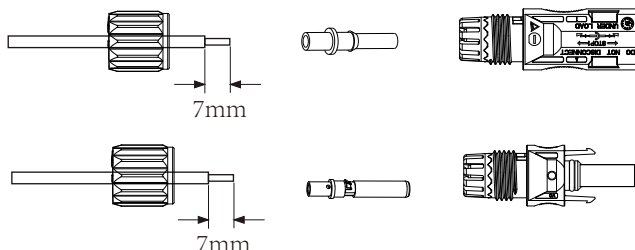

Figura 5.3 Desmontagem da bucha do conector
a) Desencape o isolamento do fio fotovoltaico em 7 mm, desmonte a porca de capa do conector, passe um fio fotovoltaico pela porca de capa do conector (veja a Figura 5.3). Repita essa operação com todos os fios fotovoltaicos, prestando atenção especial à polaridade do conector.